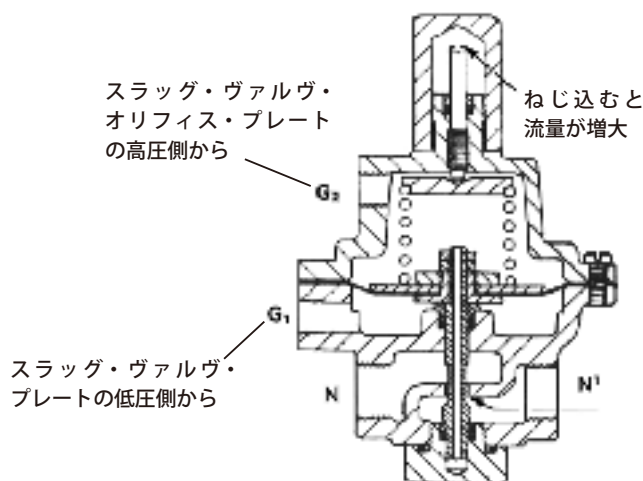

図3. 流量 (レート・オヴ・フロー) 制御パイロット
矢印で示したオリフィスは、オン／オフ制御パイロットにおける巧妙な仕掛けです。これによって少量の“パイロット・フロー”がスラッグ・ヴァルヴをバイパスします。流量制御パイロット (レート・オヴ・フロー・パイロット) が付け加えられた場合、この“パイロット・フロー”を制御あるいは絞ることによってスラッグ・ヴァルヴのカヴァー内の圧力を制御することができ、その結果スラッグ・ヴァルヴが「開」位置と「閉」位置の間でモデュレート (変調) 動作をします。例えば、図3でポート K が閉じられると、たとえオリフィスが非常に小さくとも、M の圧力がそのまま掛ってスラッグ・ヴァルヴを急速に閉じます。
どこのメーカーでも、レート・オヴ・フロー・パイロット (図3) を作っていますが、その殆どは同じものです。オリフィス・プレートがディスチャージ (スラッグ)・ヴァルヴの入口に位置しています。そのプレートには配管より幾分小さな穴があって、プレートの上流と下流両側に一つずつ圧力テスト・タップ (G) が付いています。フローがオリフィスを通ると、圧力が低下し、流量が大きいほど圧力損失も大きくなります。言い換えれば、オリフィス・プレートは簡単なフロー・メーターでもあります。オリフィスの上流側と下流側の圧をパイロット・ヴァルヴ Z へ導くことによってダイアフラムは高圧側から離れる動きをします。ダイアフラムにはスプリングによって逆方向への力が掛りますが、スプリングのテンションは調整できます。このパイロット・ヴァルヴはそれ自身完全なバランスを保とうとして自己調整をしますが、そうすることによって、ポート K を通過できる“パイロット・フロー”の量を調整することになります。これでスラッグ・ヴァルヴのカヴァー内にある圧が影響を受け、流量が調整されます。オリフィス・